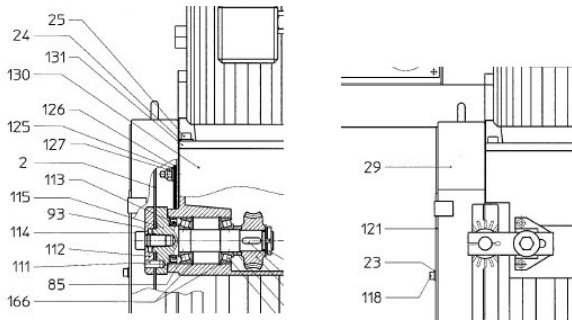

Abb. 9: Montage des Sägeblatts
Schritt 6: Den Flansch [112] montieren und die Schraube [114] locker anschrauben [Abb. 9]. Das Sägeblatt im Uhrzeigersinn gegen die Antriebsbolzen drehen und die Schraube [114] fest anziehen.